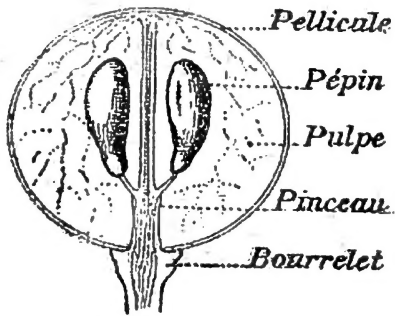

Fig 4 — Un grain de raisin coupé par le milieu.
**6. Les pépins.** — Ouvrons des raisins par le milieu : nous y voyons deux ou trois grains grisâtres, allongés : ce sont les *pépins* (*fig. 4*).